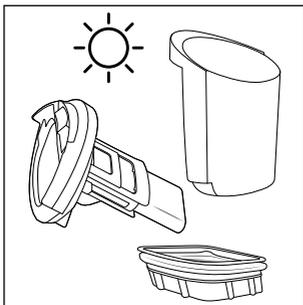

Fig. 27
- ◆ Fare asciugare completamente il filtro anti sporco **10**, il contenitore dell'acqua sporca **2** e il coperchio del contenitore dell'acqua sporca **9** (vedere fig. 27).